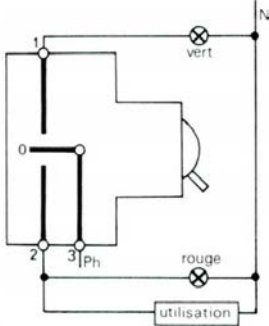

fig. 6 - commutateur avec position arrêt.
- commutateur à trois positions dont une position arrêt total. Raccordement, voir fig. 6.